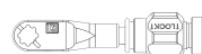

Figure 19
- Pour attacher le **porte-lame à raccord rapide** (tel que UL-0107) au **bras flexible** (tel que UL-0106), assurez-vous que le collier du **bras flexible** est en position déverrouillée. (Figure 19)